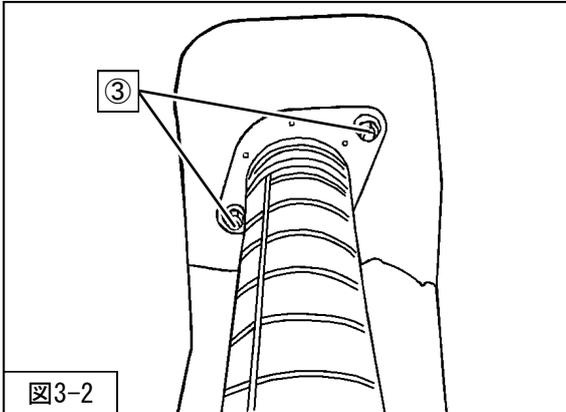

図3-2
4. ③リアショックアブソーバASSYアッパー取付ナットを取外してください。（図3-2）